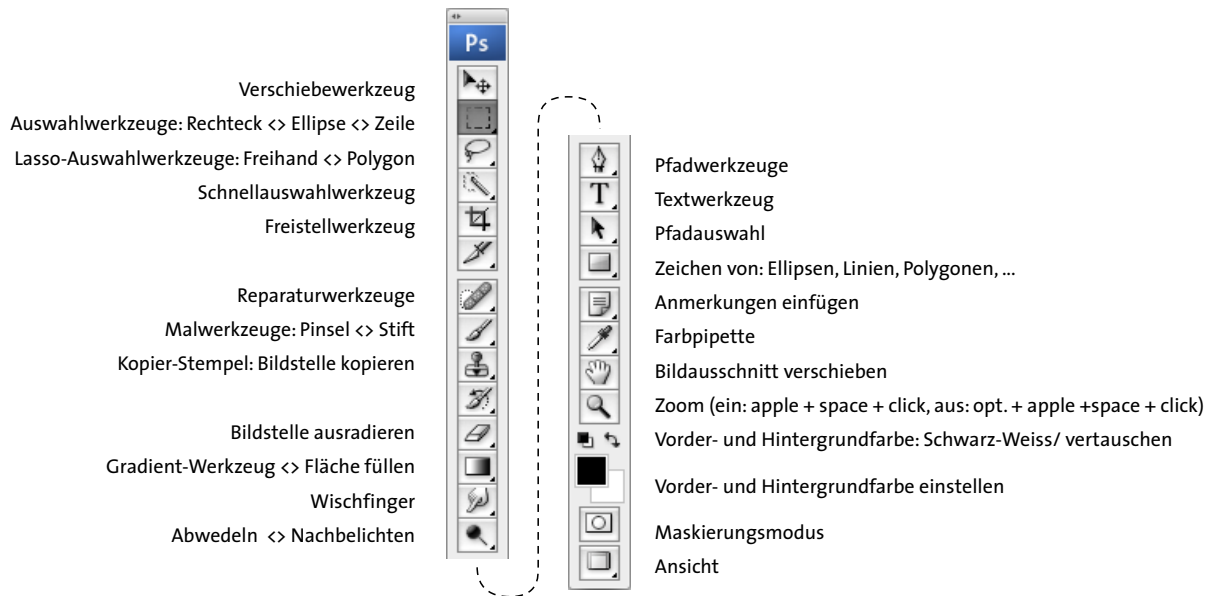
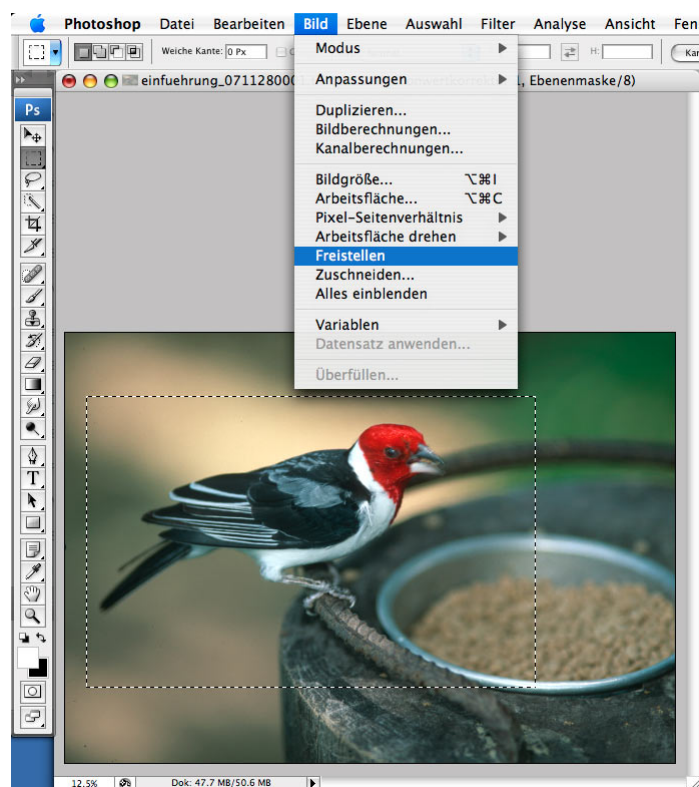

Abb. 4.2: Werkzeugpalette mit den wichtigsten Funktionen
Abb. 4.6: Zuschneiden
Die Werkzeuge und Paletten können über das Menu **Fenster** > ... eingeblendet werden. Die wichtigsten Funktionen der Werkzeugpalette sind in Abb. 4.2 beschriftet. Die Bearbeitung geschieht lokal mit einer Werkzeugspitze. Anpassungen der Werkzeugspitze können in der Optionsleiste vorgenommen werden.
1. Das Freistellungswerkzeug (s. Abb. 4.2) bietet die Möglichkeit alle Eingaben in einem Schritt vorzunehmen.
2. Andererseits kann mit dem rechteckigen Auswahlwerkzeug (s. Abb. 4.2) der gewünschte Bereich ausgewählt und über das Menu **Bild** > **Freistellen** beschnitten werden (s. Abb. 4.6). Die Bildgrösse schliesslich ist über **Bild** > **Bildgrösse...** einstellbar. Dieser Vorgang lohnt sich für eine gezielte Anpassung der Bildgrösse. Auch kann so die Ausgabegrösse verändert werden, ohne das Bild neu zu berechnen, sofern die Checkbox „Bild neu berechnen“ deaktiviert wird.